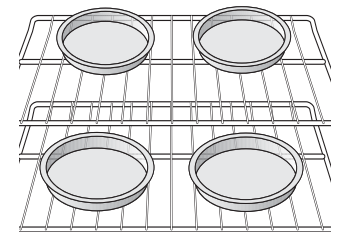

Figure 26 : Espacement des ustensiles de cuisson
- Lorsque vous cuisinez avec deux grilles de four, positionnez l'ustensile de cuisson comme illustré à la Figure 26. Laissez un espace d'au moins 5 cm (2 po) entre les ustensiles de cuisson pour permettre à l'air de bien circuler.